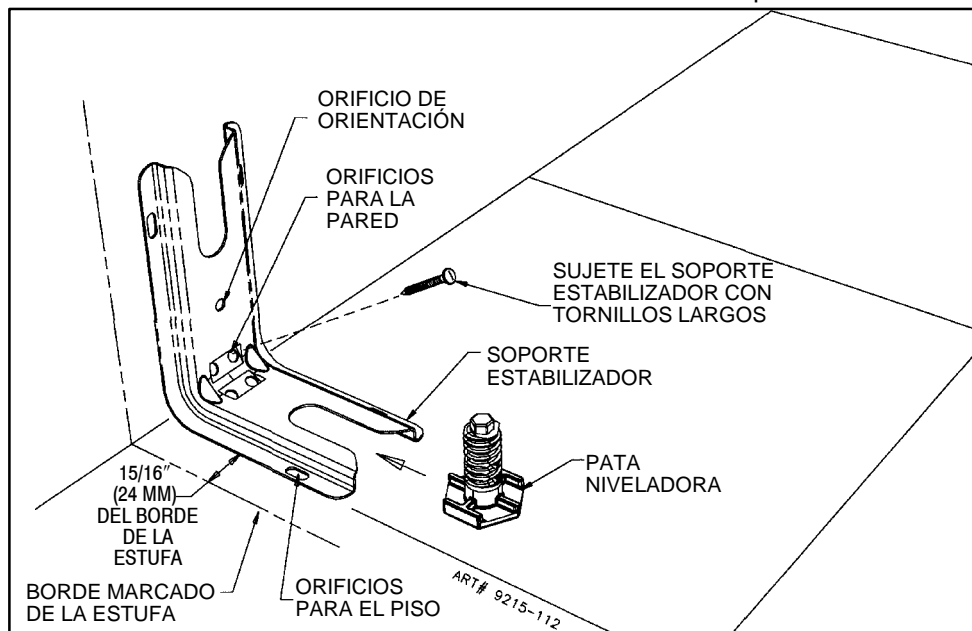
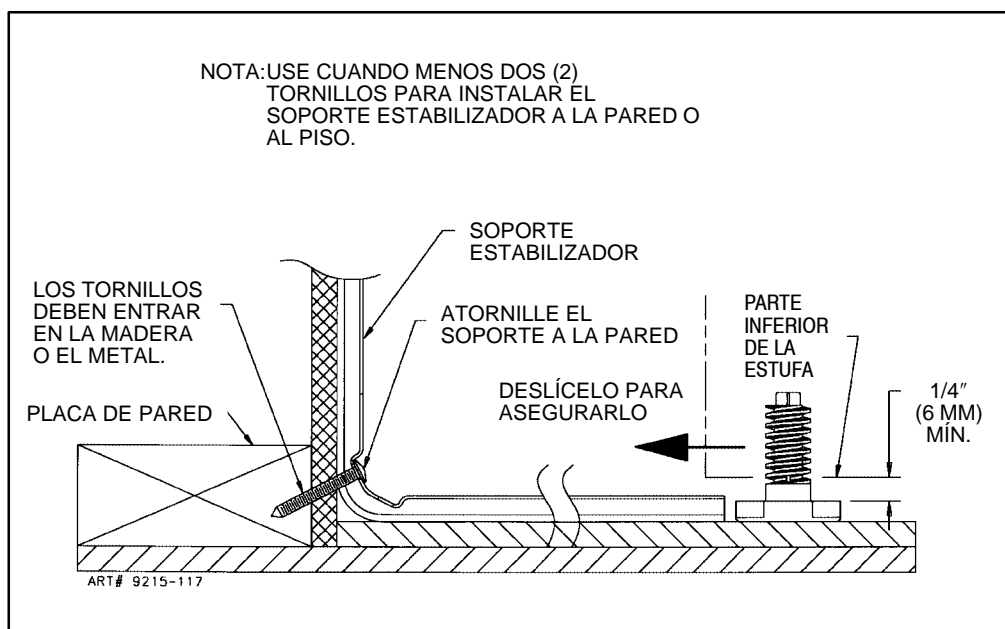

FIGURA 5
FIGURA 6
Instale el soporte con el orificio de orientación en la pata más larga, contra la pared o el piso según se muestra en la figura 5.
PASO 1 - Ubicación del soporte estabilizador (Vea la figura 5.)
- Coloque el SOPORTE a 15/16" (24mm) del "BORDE" marcado hacia el centro de la abertura y contra la pared posterior según se muestra en la figura 5, con el orificio de orientación contra la pared.
- Use el soporte como plantilla y marque los orificios necesarios, según se muestra en la figura 5, para el tipo de construcción que se utilizará.
1. Piso: Ubique el centro de los dos orificios que se identifican en la figura 5 como “ORIFICIOS PARA EL PISO.” Taladre un agujero piloto de 1/8” (3 mm) en el centro de cada orificio (puede utilizarse un clavo o una lezna si no tiene una broca). Asegure el soporte ESTABILIZADOR al piso con los dos tornillos que se proporcionan. Continúe con el PASO 3.
2. Pared: Ubique el centro de los dos orificios que se identifican en la figura 5 como “ORIFICIOS PARA LA PARED.” Taladre un agujero piloto en ángulo de 1/8” (3 mm) en el centro de cada orificio según se muestra en la figura 6. (Puede utilizarse un clavo o una lezna si no tiene una broca.) Asegure el soporte a la pared con los dos tornillos que se proporcionan según se muestra en la figura 6. Continúe con el PASO 3.
1. En una ferretería pueden obtenerse los tornillos adecuados para las construcciones de concreto. Taladre un agujero del tamaño necesario para los tornillos que se tengan, en el concreto en el centro de los orificios que se identifican en la figura 5 como “ORIFICIOS PARA EL PISO”. Asegure el soporte ESTABILIZADOR al piso. Continúe con el PASO 3.
- B. Alinee la estufa en la ubicación que se desee y deslícela hacia atrás en su lugar. Nota: Se necesita una distancia mínima de 1/4” (6 mm) entre la estufa y la pata niveladora que se asegurará al soporte estabilizador, vea la figura 6.